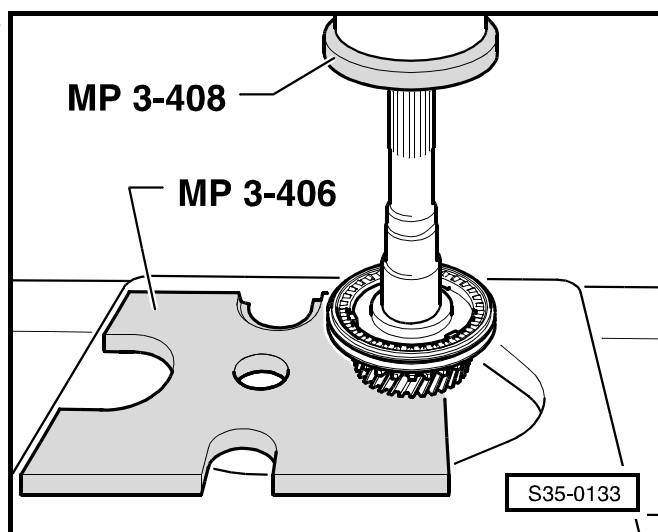

Рис. 6: Разборка и сборка скользящей муфты и каретки синхронизатора 3-ей и 4-ой передач ►
- разборка ⇒ Рис. 6 в **35-1** страница 5